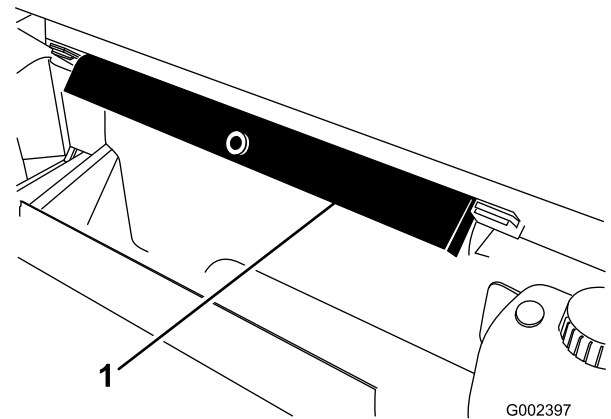

Figura 45
6. Staccate il supporto del pianale dalle staffe su cui è riposto, sulla parte posteriore del pannello del sistema ROPS (Figura 45).